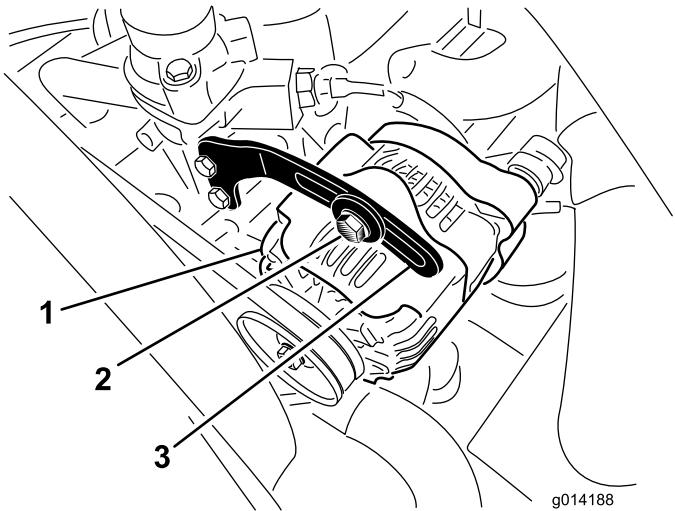

図 57
2. オルタネータ側プーリとクランクシャフト側プーリ間の中央部(図 57)でベルトを指で 10 kg程度の力で押して点検する。
3. ブレースをオルタネータ(図 57)に固定しているボルトと、オルタネータのピボットボルトをゆるめる。